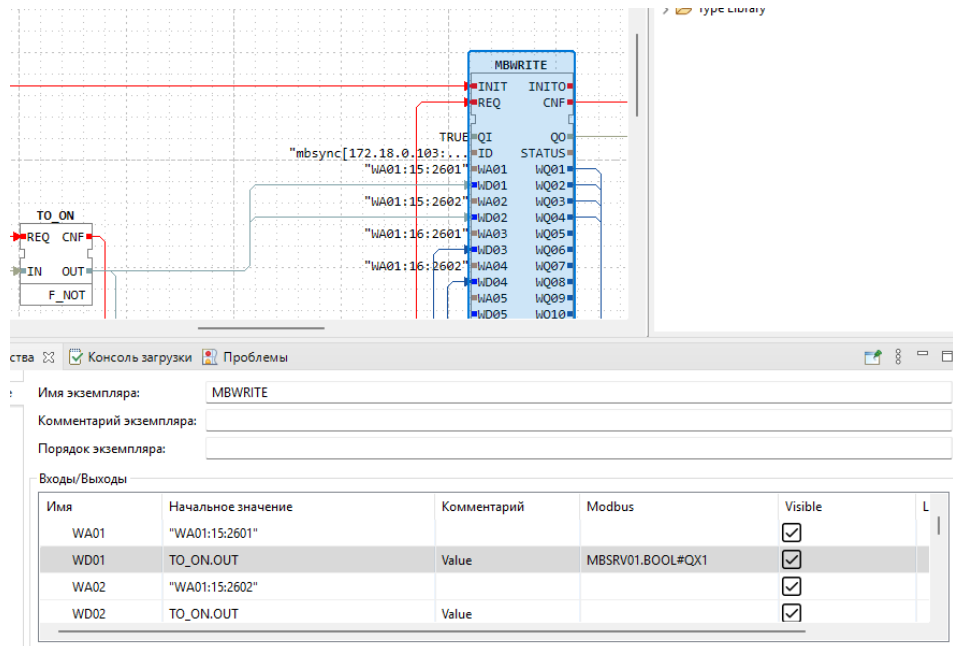

Рисунок 106 – Инициализация входа WD01 в BOOL
2. Инициализация типа данных через публикацию данных на внутренний Modbus Server (см. Рисунок 106)